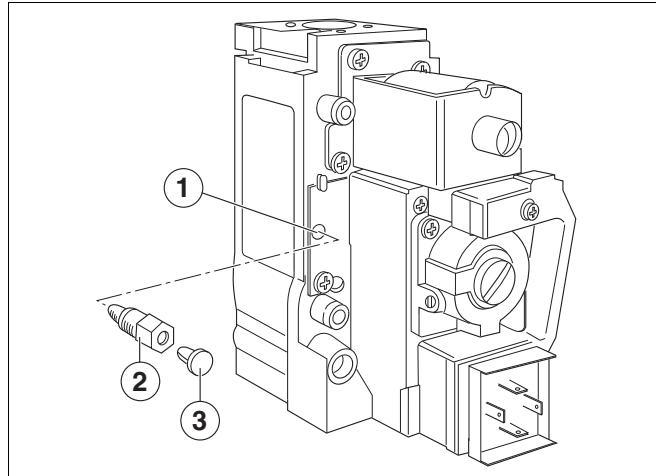

Fig. 1 Valvulería del quemador de gas Honeywell VR 4601 C/CB
- Extraiga la tapa de protección que se encuentra sobre la apertura de la carga de inicio de la nueva valvulería y atornille uno de los dos adaptadores de la carga de inicio suministrados (fig. 1):
- Por motivos de seguridad, el adaptador de la carga de inicio deberá recubrirse necesariamente con una tapa de protección. Es posible instalar la tapa de protección de la apertura de la carga de inicio sobre el adaptador de la carga de inicio (fig. 1).